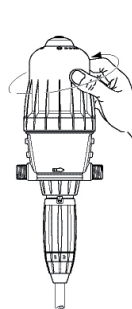

Abb. 16
- Die Glocke von Hand losschrauben und abnehmen (Abb. 16).